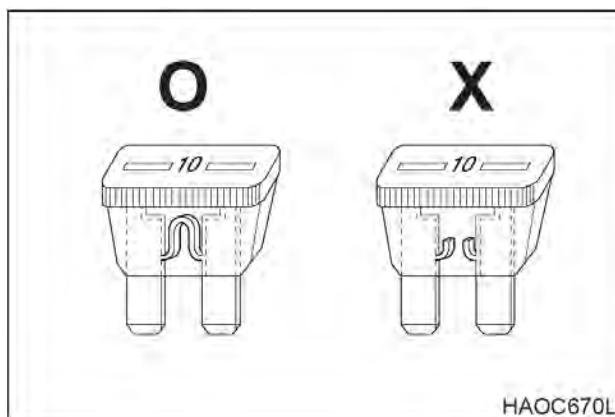

Рис. 90
1. Предохранители в блоке предохранителей предназначены для защиты различных электрических цепей и их компонентов от повреждения. См. Рис. 90. Используются стандартные автомобильные предохранители.